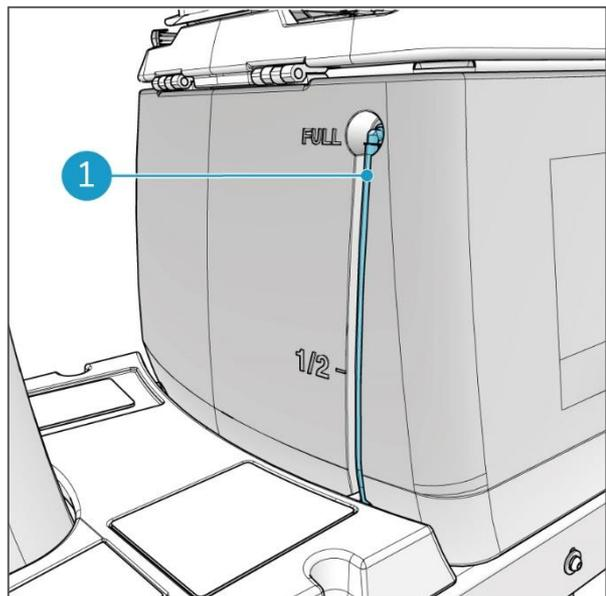

Figure 28
Le niveau de solution peut être contrôlé visuellement sur l'indicateur de niveau de solution, qui se trouve sur le réservoir de solution (Figure 28, pos. 1), sous le siège. Voir la section 2.2.